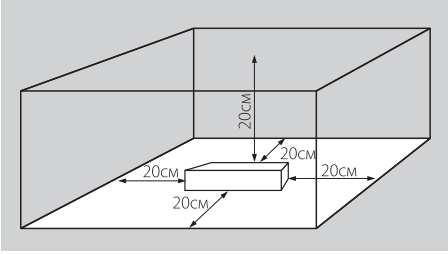

Рис.1
- 4.2. Для естественной вентиляции обеспечьте свободное пространство вокруг источника питания не менее 20 см, как изображено на *Рис.1*. При невозможности обеспечить свободное пространство используйте принудительную вентиляцию.